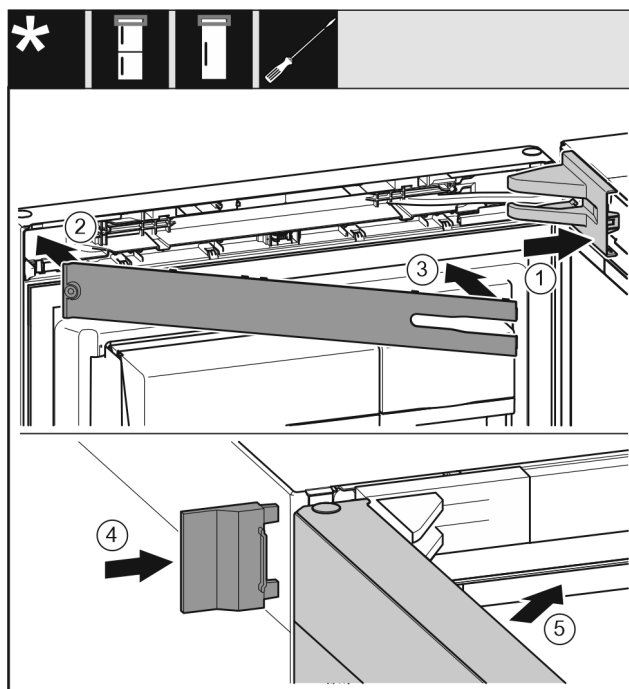

Fig. 62
- ▶ Applicare e innestare la copertura del blocco di supporto Fig. 62 (1), eventualmente staccarle l'una dall'altra con cautela.
- ▶ Applicare la maschera Fig. 62 (2).
- ▶ Ruotare verso l'interno la maschera Fig. 62 (3) e innestarla.
- ▶ Applicare la copertura esterna Fig. 62 (4).
- ▶ Chiudere la porta superiore Fig. 62 (5).